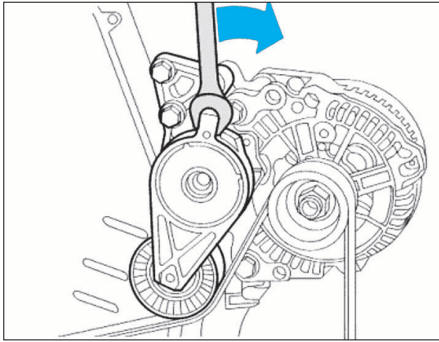

FIG. 24
- Détendre la courroie d'accessoires en agissant sur le galet tendeur dans le sens horaire à l'aide d'une clé hexagonale (Fig.24).